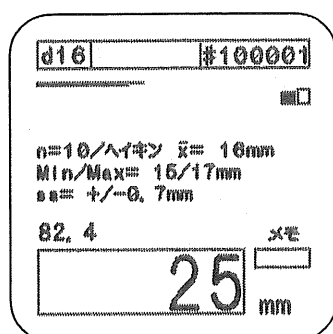

図30
- 測定が終わりましたら、ENDキーを押してください。図30が表示されます。